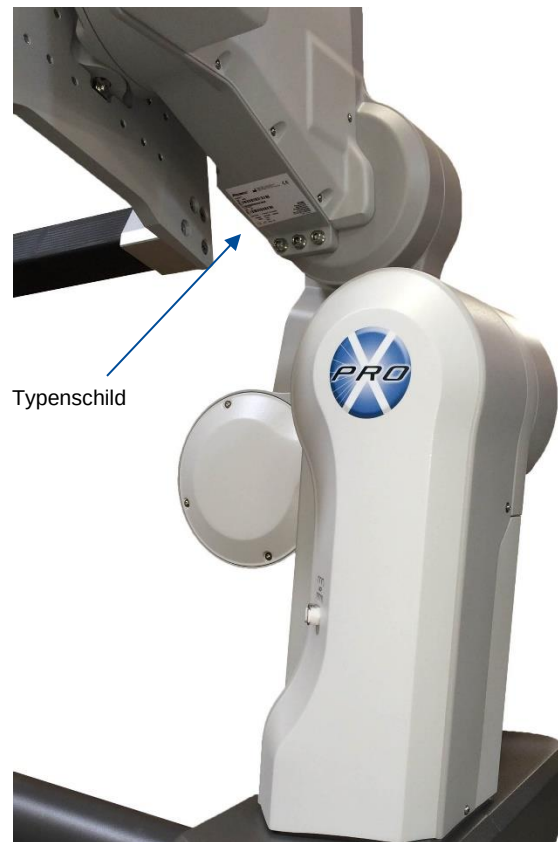

Abbildung 8: ProAxis®-Fußende-Säule
Die im Lieferumfang enthaltene Tischabdeckung schützt den Tisch bei seiner Lagerung vor Staub und sollte verwendet werden. Die Tischabdeckung kann mit Hilfe der Velcro®-Klettverschlüsse so angepasst werden, dass sie sowohl in der regulären Tischposition (voll ausgezogen) als auch in der Lagerungskonfiguration (reduzierte Länge) über den ProAxis® passt. Um zu gewährleisten, dass der Akku stets vollständig aufgeladen und einsatzbereit ist, sollte der Tisch während der Lagerung außerdem an eine Netzsteckdose angeschlossen sein, die den Werten auf dem Typenschild entspricht, das sich an der Fußende-Säule befindet (Abbildung 8).
1. Das Netzkabel an eine ordnungsgemäß geerdete Steckdose anschließen. Bezüglich der Eingangsspannung das Typenschild an der Fußende-Säule einsehen (Abbildung 8).